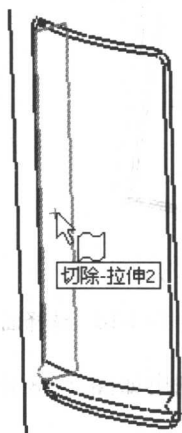
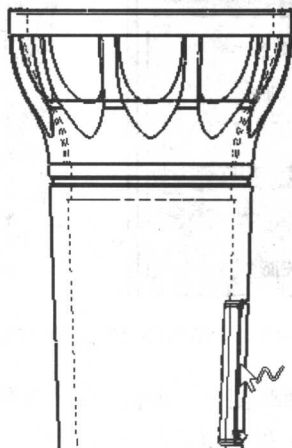

图 1-20 选择面
图 1-21 草图 7
(7) 绘制草图 7。选择如图 1-20 所示的面，单击 → ，用“转换实体引用”工具将如图 1-21 中箭头所示的样条曲线转换成草图 7，单击图标按钮 退出草图绘制。